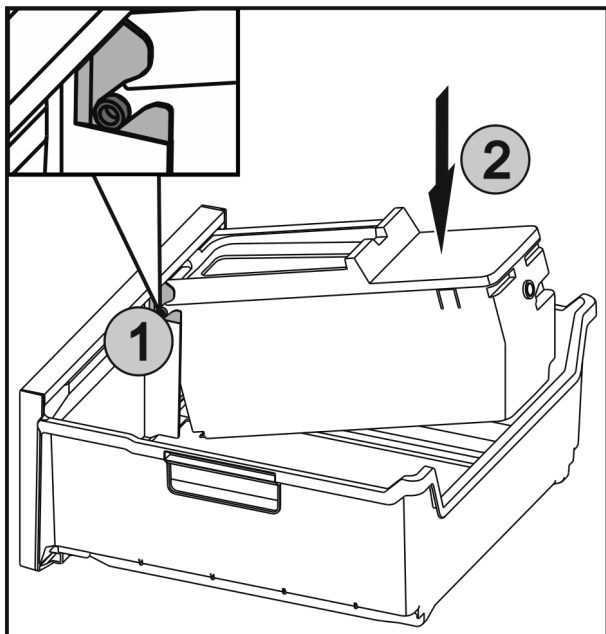

Fig. 58
- ▶ Zasuňte osy Fig. 58 (1) na EasyTwist-Ice do vedení a zatlačte zadní stranu Fig. 58 (2) tak, aby západka zaklapla.